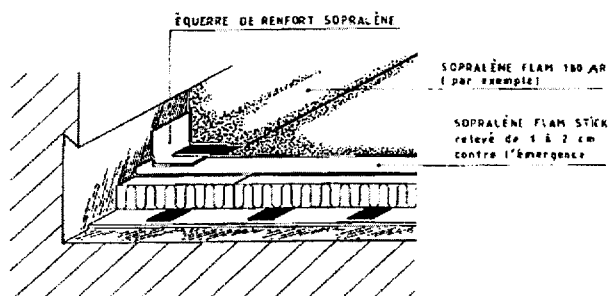
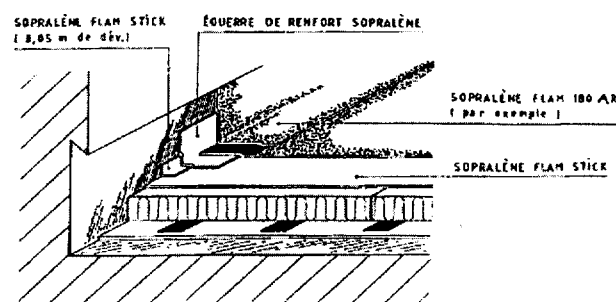

Figure 3 - Relevé d'étanchéité : Protection du PSE par relevé du SOPRALENE FLAM STICK de la surface courante
Figure 4 - Relevé d'étanchéité : Protection du PSE par bande de SOPRALENE FLAM STICK de 0,05 m
Les relevés comprennent, à partir du support (figures 3 et 4) :
- Protection de la tranche du PSE par relevé du SOPRALENE FLAM STICK des parties courantes de 1 à 2 cm (figure 3) ou par bande de SOPRALENE FLAM STICK de 0,05 m de développé, appliquée sur SOPRALENE FLAM STICK des parties courantes et sur le relief (figure 4),